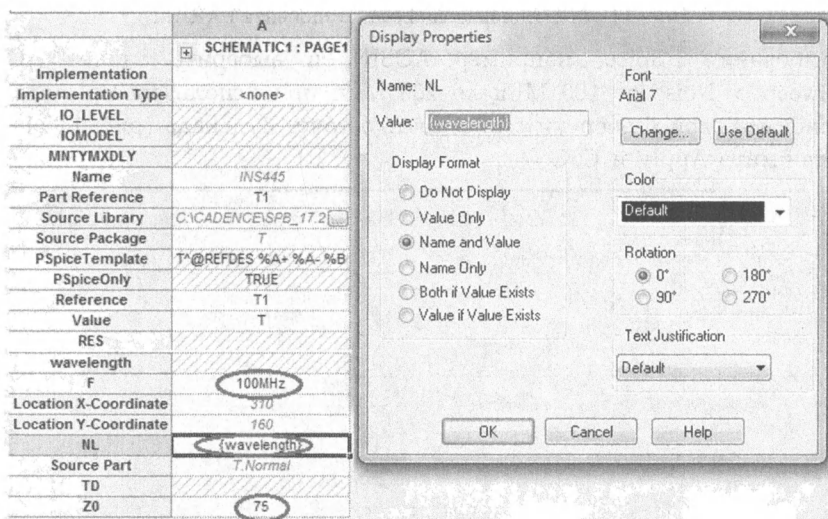

Рис. 11.9. Установка длины линии и частоты
3. Установите частоту 100 МГц и волновое сопротивление 75 Ом (рис. 11.9).